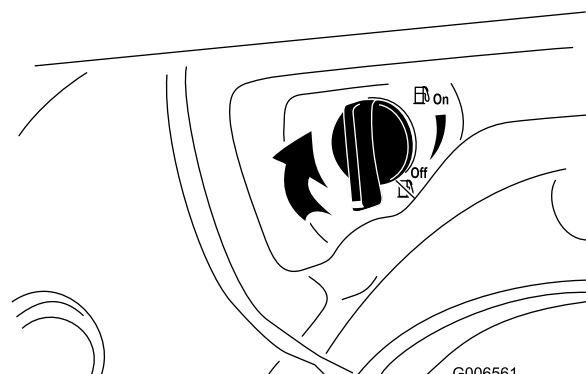

Figure 27
4. Fermez le robinet de carburant en le tournant dans le sens horaire (Figure 27).